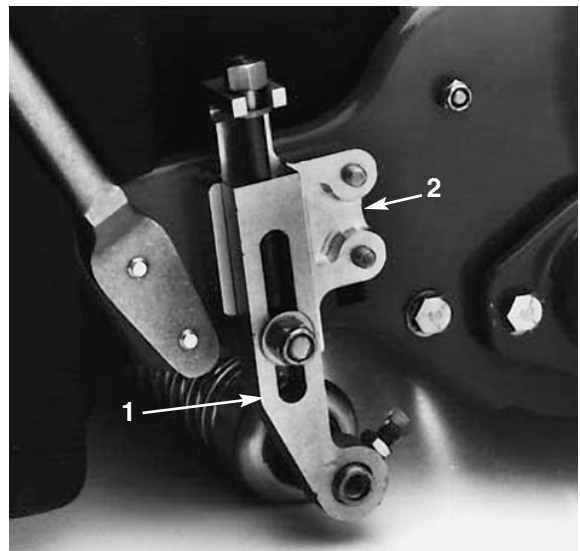

Bild 6
2. Lockern Sie die Sicherungsmuttern, mit denen die Schnitthöhenarme an den Schnitthöhenprofilen befestigt sind (Bild 6).